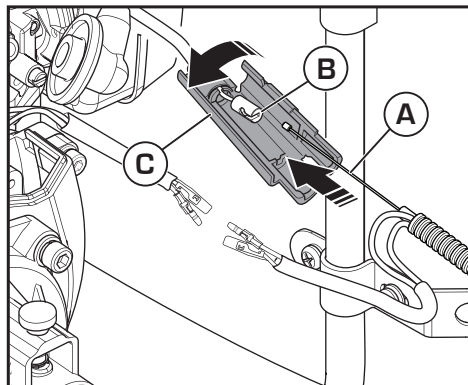

Figura 5
1. Conecte el cable del acelerador (A) a la conexión del carburador (B) y cierre el soporte (C) (Figura 5).